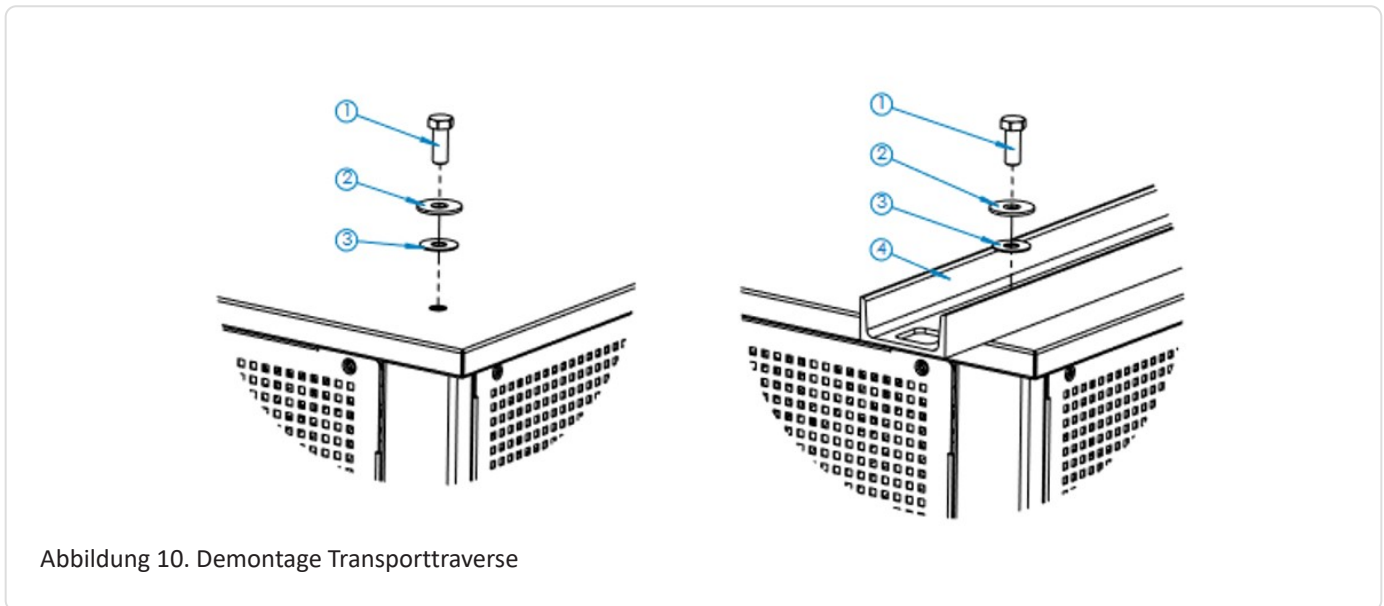

Abbildung 10. Demontage Transporttraverse
1. Transporttraversen/ Transportsicherung demontieren (vgl. Abbildung 10. Demontage Transporttraverse)
3. Die zuvor demontierten Schrauben, der Transporttraverse, wieder montieren, den Schraubenaufbau, sowie das Anzugsdrehmoment können Abbildung 10. Demontage Transporttraverse entnommen werden.